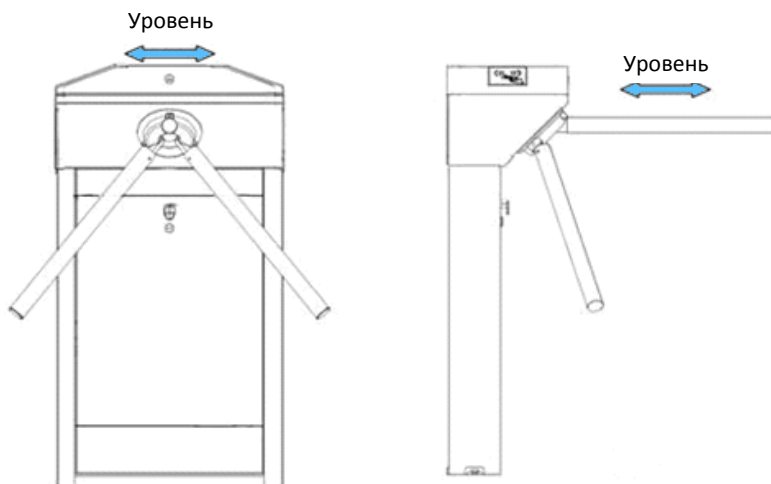

Рисунок 10
3. Установите турникет на монтажное основание и затяните винты. Используйте фиксирующий клей и прокладки с винтами для регулировки наклона турникета. Турникет должен быть установлен ровно (Рисунок 10).